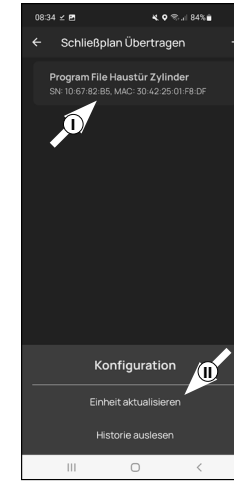

Abb. 6
- 6 Tippen Sie auf die soeben erstellte Programmierdatei (I) (Abb. 6) und in dem erscheinenden Menü auf „Einheit aktualisieren“ (II) (Abb. 6).